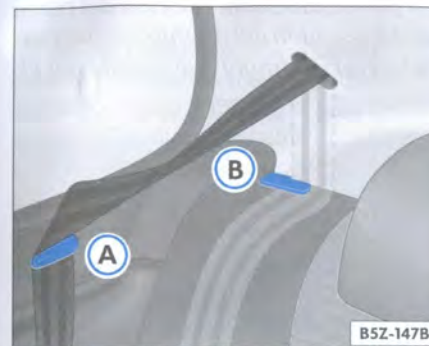

Fig. 85 Acoplamiento del cinturón para el abatimiento del asiento y perno de desbloqueo del respaldo
- Posicione la cinta de los cinturones de seguridad en sus respectivos alojamientos ⇒ fig. 85 ① para versiones 2 puertas y ② para versiones 4 puertas.
- Remueva las cintas del cinturón de seguridad de los posicionadores ⇒ fig. 85 ① y ②. Para los vehículos con cinturones de tres puntos fijos, recolóque las lengüetas en los respectivos cerrojos.